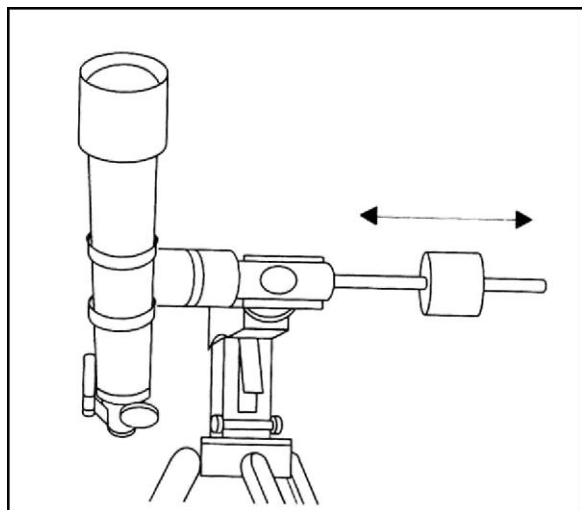

Рис. 2-14
1. Ослабьте фиксатор оси прямого восхождения (Рис. 2-13) и установите трубу телескопа в положение, при котором труба находится сбоку от монтировки (убедитесь в прочности крепления трубы в кольцах к монтировке). Штанга противовесов примет горизонтальное положение с противоположной от трубы стороны (Рис. 2-14).